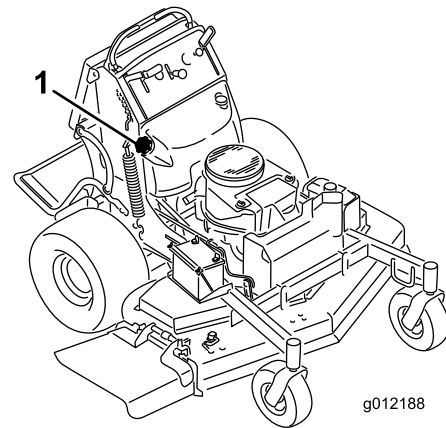

Figura 52
5. Usando la bomba tipo sifón, vacíe el combustible en un recipiente de combustible limpio (Figura 52).